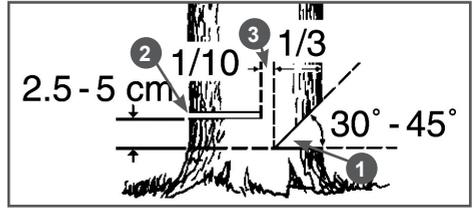

Рис.13 Расположение запила, пропила и недопила
9. Выберите направления падения дерева, для этого следует учесть силу и направление ветра, естественный наклон дерева, равномерность распределения веток в кроне дерева. Начните пилить с той стороны дерева, куда оно должно упасть (Рис.13).
Ни в коем случае не допиливать до конца недопил (3) Рис.13, так как вы не сможете контролировать направление падения дерева.